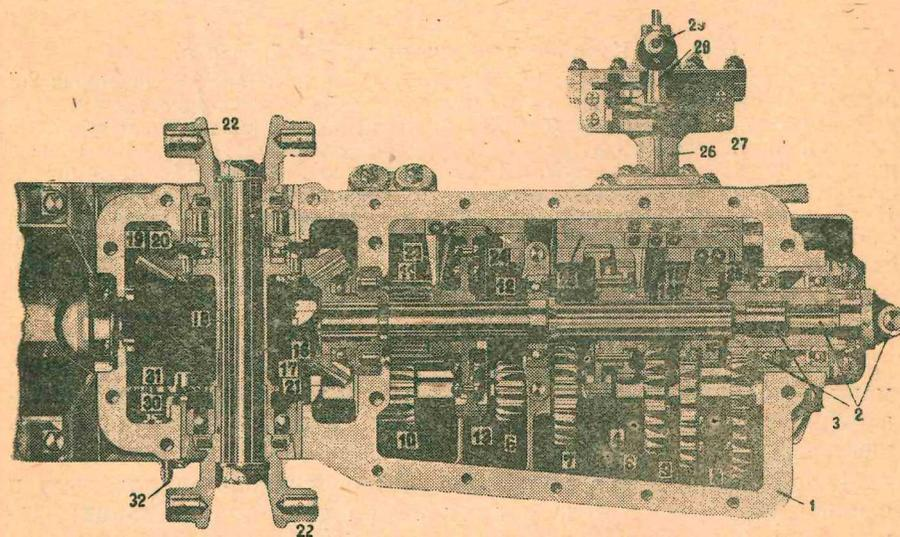

Рис. 46. Коробка передач. Продольно-горизонтальный разрез.
Коробка передач (рис. 46; 47; 48) состоит из следующих частей: первичного валика с шестерней; передаточного валика с шестью неподвижно укрепленными на нем шестернями: вторичного валика, вдоль которого могут передвигаться по шлицам четыре шестерни, образующие три каретки; на конце вторичного валика неподвижно насажена коническая шестерня. Для получения заднего хода танка служит широкая цилиндрическая шестерня, свободно насаженная на оси и расположенная рядом с промежуточным валиком. Кроме этих частей, в картере коробки помещается поперечный вал с неподвижно укрепленной на нем конической шестерней и механизм привода спидометра, состоящий из валика и четырех цилиндрических шестерен.
Переводной механизм (рис. 46 и 47) служит для передвижения шестерен вторичного вала. Переводной механизм состоит из трех переводных стержней с прикрепленными к ним переводными вилками и переводного валика, на который насажен с одной стороны палец, а с другой стороны рычаг переключения. Переводные стержни перемещаются во втулках, укрепленных в гнездах картера коробки. К каждому стержню с верхней стороны его прикреплена при помощи двух болтов переводная вилка, заходящая в пазы, имеющиеся на ступицах шестерен. С нижней стороны стержней укреплены болтами направляющие для переводных пальцев. На этой же стороне стержней выбрано по три поперечных канавки, в которые может заскакивать стальной закаленный шарик, поджимаемый пружинкой, помещенный в гнезде средней втулки переводных стержней. (Всего в средней втулке три шарика (по одному для каждого стержня). Попадая в одну из указанных канавок, шарик задерживает стержень в этом положении, и для перевода стержня в другое положение надо его передвигать с такой силой, чтобы шарик сжал пружинку и утонул в свое гнездо. Это устройство носит название стопоров или фиксаторов. Переводной валик перемещается в бронзовых втулках, укрепленных в кронштейне и приливе боковой, съемной стенки кулисы. На одном конце валика укреплен неподвижно переводной палец, а на другом конце укреплен тоже неподвижно переводный рычаг (13). Палец и рычаг закрепляются на валике с помощью шпенок и гаек, под которые подложены шайбы. На палец надет ползун — предохранитель (9), который передвигается в поперечном направлении вместе с пальцем по направляющим шпилькам, ввернутым в стенку картера. Ползун-предохранитель имеет форму прямоугольника, с продольным пазом по середине; на длинных сторонах его имеются два выступа, которые входят в пазы направляющих для пальцев двух стержней и замыкают их, благодаря чему палец может передвигать только один какой-либо переводной стержень, позволяя включить только одну какую-либо скорость.